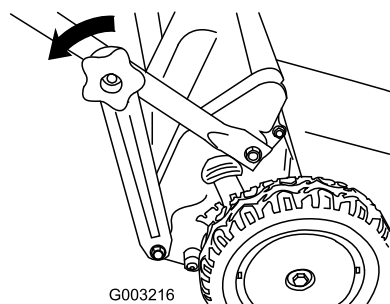

Figure 42
1. Retirez les boutons de la partie inférieure du guidon et détachez les supports situés en bas des deux côtés du guidon (Figure 42).